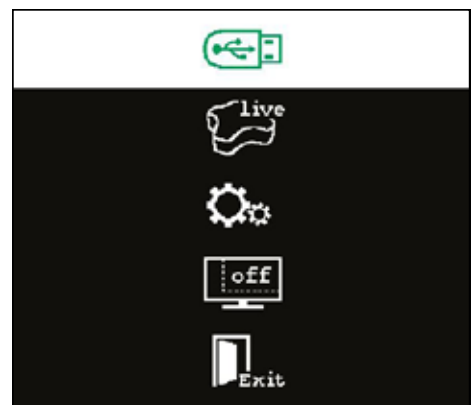
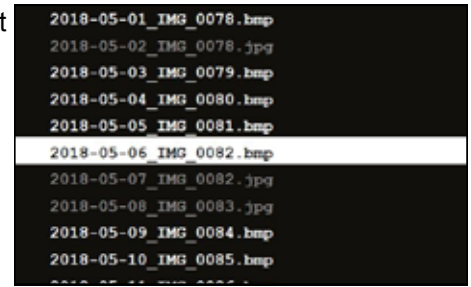

Fig. 20
Fig. 21
- ⇒ En el menú principal Split Screen (Fig. 20) o en el submenú Split Screen (Fig. 21), seleccionar el lápiz de memoria.
- ⇒ En el submenú Split Screen (Fig. 21), seleccionar la entrada Screen Shot (captura de pantalla).